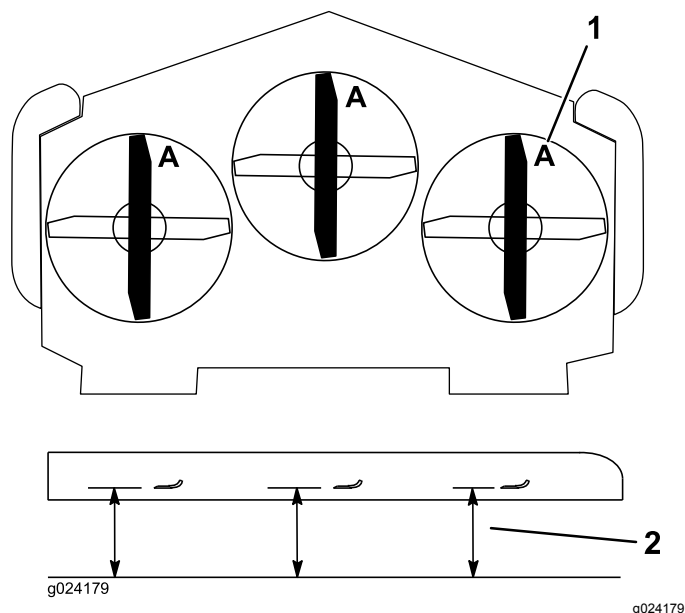

Figura 90
- Girate le lame fino a disporle in parallelo con la lunghezza della macchina (Figura 90).
- Misurate da un piano orizzontale fino al tagliente delle lame, posizione A, (Figura 90). Prendete nota di questa misura.